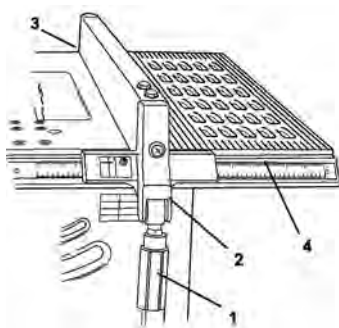

fig. 4 – instalação e fixação da guia de corte
Para colocar a guia de corte na mesa da máquina, levante o punho (1) e encaixe primeiro o engate da parte traseira (3) e depois a parte do punho (1). Utilize o visor e a escala da máquina (4) para encontrar a largura do corte desejada, para travar a guia movimento do punho (1) para baixo conforme a fig. 4, para liberar movimento do punho (1) para cima.